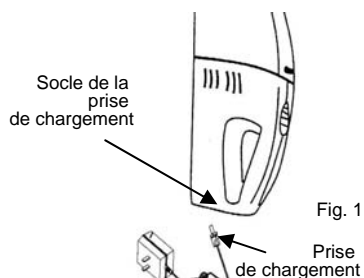

Fig. 1
2. Placez l'appareil sur sa base de chargement. Le témoin de chargement s'illumine en rouge pour indiquer que l'aspirateur est bien placé dans la base de chargement et qu'il est en mode de chargement. (Fig. 1)